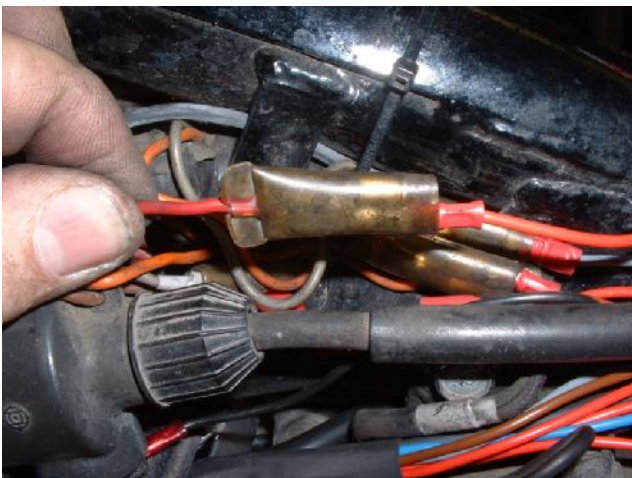

Bild 13
1. Bei der Speisung der Zündspulen gibt es je nach Jahrgang zwei Varianten. Bei älteren Modellen kommt ein rot/weisses Kabel mit Doppelbuchse, in welche beide braunen Kabel zu den Zündspulen eingesteckt sind. (Bild 13). Hier wird das eine braune Kabel ausgezogen und stattdessen das rote Kabel mit Stecker von der Steuerbox eingesteckt.